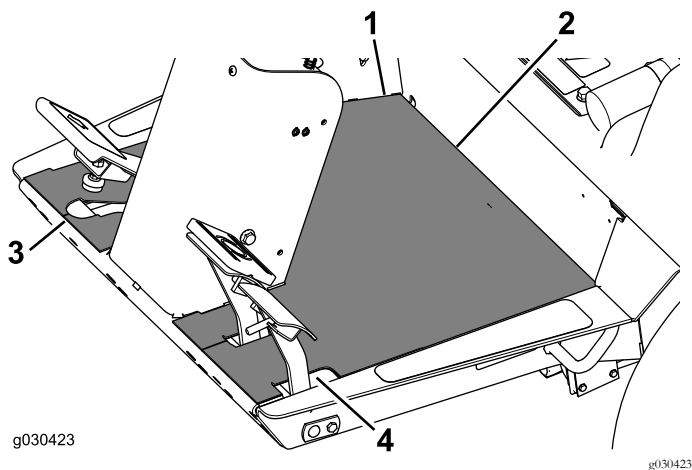

Bild 22
4. Fluchten Sie die hintere Kante des Bodenprofils mit der Kante aus, an der die Trittplatte die Bedienerplattform berührt (Bild 22).